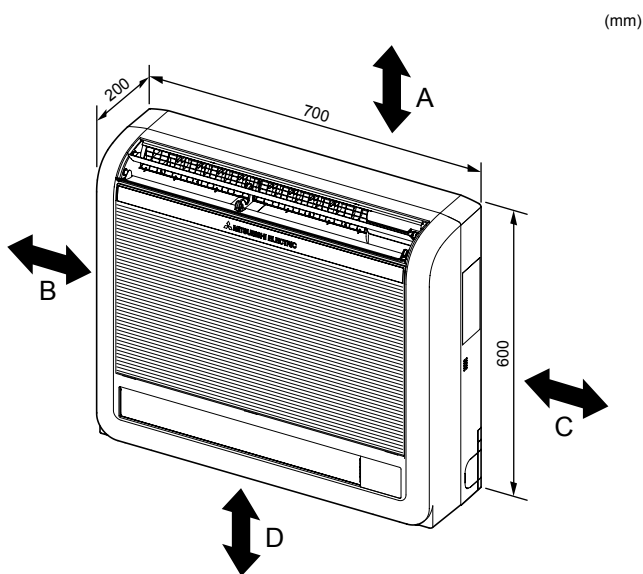

Fig. 2-1
①	Auslaufschlauch	1
②	Rohrisolation	1
③	Band	2
④	Montagehalterung für Innenanlage	1
⑤	Befestigungsschraube für ④ 4 × 25 mm	5
⑥	Holzschraube für Befestigung der Innenanlage	4
⑦	Unterlegscheibe von ⑥	4
⑧	Filzband (verwendet für Verrohrung links oder links hinten)	1
⑨	Kabel der MA-Fernbedienung	1
2.1. Außenabmessungen (Innenanlage) (Fig. 2-1)